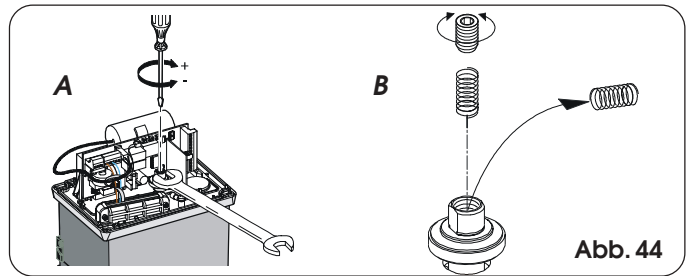

Abb. 44
- 3) **Der Antrieb wird in der Standardausführung mit der Einstellfeder der Kupplung für Tore bis 1000 kg geliefert. Für Tore mit höherem Gewicht ist die andere mitgelieferte Feder zu verwenden. Zum Auswechseln der Feder sind die in Abb. 44 bez. B enthaltenen Anweisungen zu befolgen.**